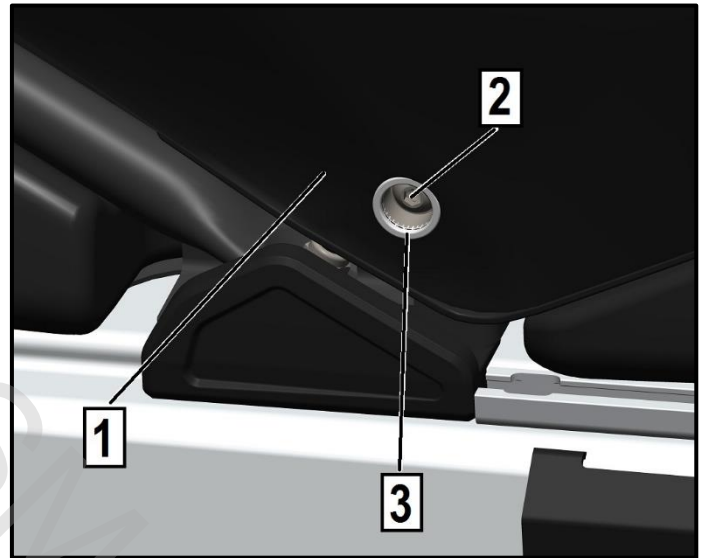

Рис. 29
2. Зафиксируйте сиденье двумя винтами с внутренним шестигранником (поз. 2, рис. 29) с обеих сторон.